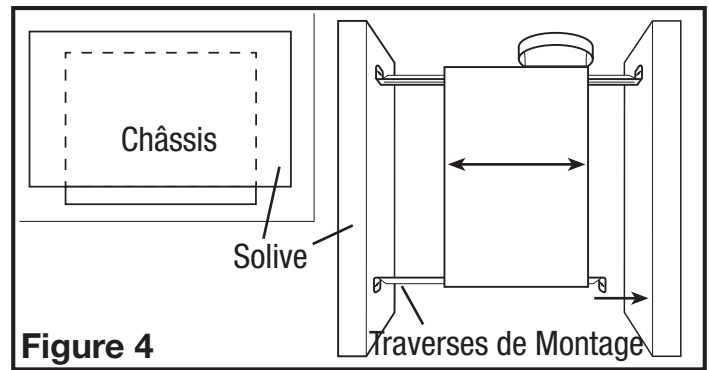
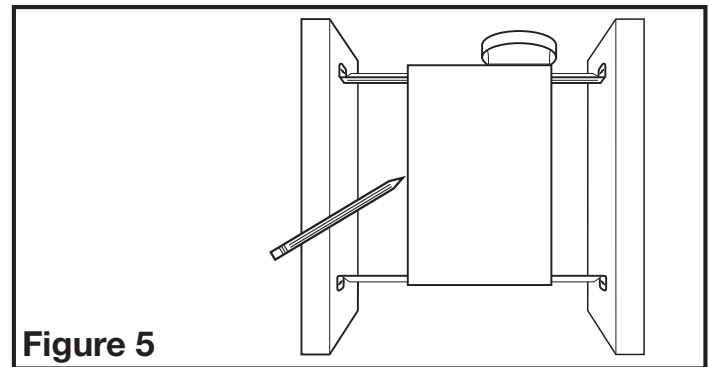

Figure 4
Figure 5
- Installer les traverses sur le châssis et positionner le châssis près de la solive. Aligner le châssis pour qu'il soit à effleurement avec le plafond fini. Fixer les extrémités des traverses avec des clous ou des vis (non-comprises) aux solives et glisser le châssis à sa position finale (Figure 4).
- Placer le châssis en position entre les solives et tracer un contour sur le matériau du plafond (Figure 5). Mettre le châssis de côté et découper l'ouverture, en prenant soin de ne pas couper ou endommager des câbles électriques dissimulés ou autres utilités. Installer les traverses sur le châssis et positionner le châssis dans le trou percé précédemment afin qu'il soit à effleurement avec le plafond fini. Fixer les extrémités des traverses aux solives (Figure 4).